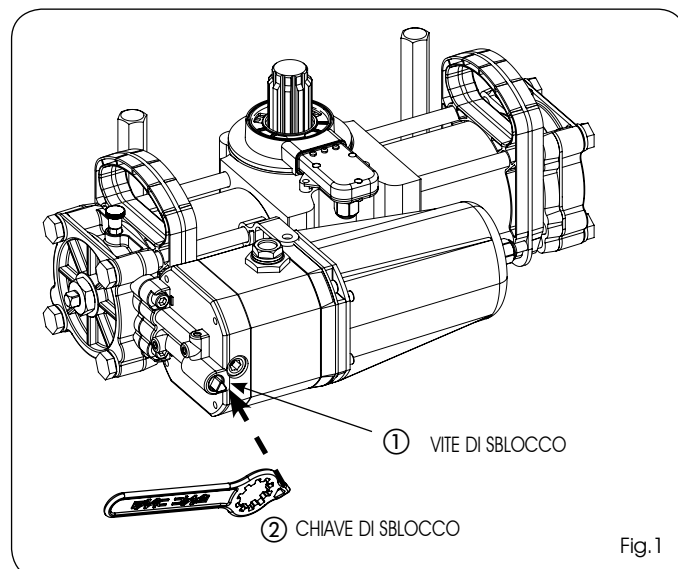

Fig.1
- 2) Agire sulla vite di sblocco (Fig.1 rif.①), inserendovi lo scasso triangolare della chiave in dotazione (Fig.1 rif.②):